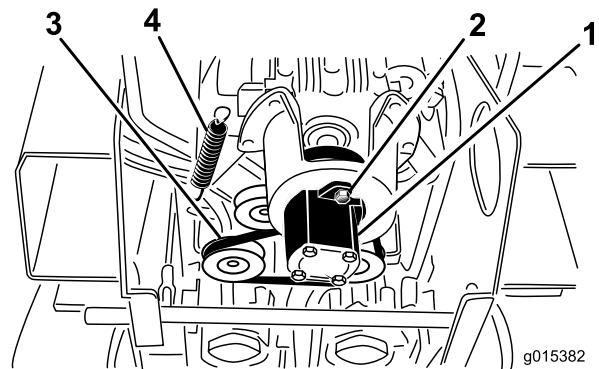

Figura 53
5. Afloje los dos pernos de la bomba (Figura 53).
6. Gire la bomba en el sentido contrario a las agujas del reloj y deje que se separe de la polea (Figura 53). Asegúrese de que el acoplamiento de araña se separe junto con la bomba.
7. Usando una herramienta especial para retirar muelles (póngase en contacto con su Servicio Técnico Autorizado), retire el extremo del muelle del perno para aliviar la tensión de la correa (Figura 53).